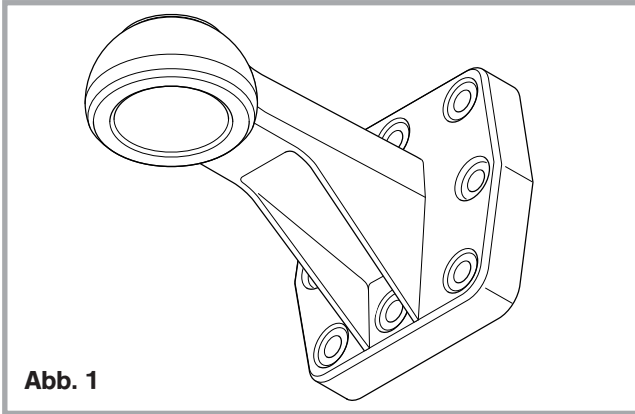

Abb. 1
- ist zum Anschrauben an geeignete Deichseln eines Anhängers (s. Abb. 1)